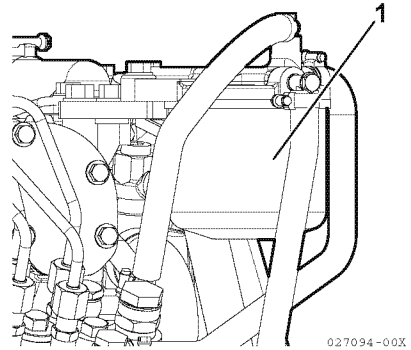

Figure 13
2. Retirez le filtre de cartouche (**Figure 13, (1)**) avec une clé à filtre.